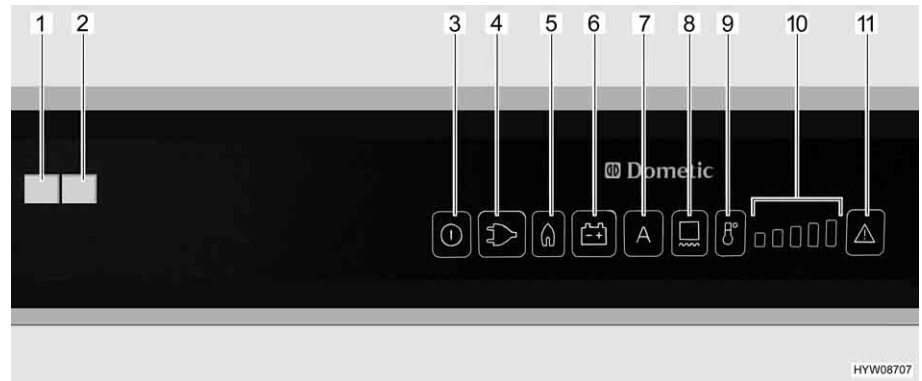

Fig. 217 Elementi di comando per il frigorifero (Dometic RMD)
Se è impostata la modalità di funzionamento "AES", la tensione a 230 V **non** è allacciata e il motore del veicolo è **spento**, il sistema AES seleziona il rifornimento di gas. Selezionando il funzionamento a gas, il dispositivo di sicurezza si apre automaticamente, così che il gas possa fluire al bruciatore. Contemporaneamente si inserisce l'accenditore elettronico. Se la fiamma del gas si spegne, p. es. a causa di un colpo di vento, l'accenditore viene subito azionato riaccendendo il gas. In caso di guasto del funzionamento a gas, lampeggiano i tasti luminosi "Gas" (Fig. 217,5) e "Guasto" (Fig. 217,11). La spia di controllo "Guasto" (Fig. 217,1) è accesa e viene emesso un allarme acustico per 20 secondi.
Dopo l'accensione il frigorifero seleziona automaticamente la regolazione intermedia del termostato. Questa regolazione può essere modificata manualmente tramite il tasto di selezione del livello di temperatura (Fig. 217,9). Le spie di controllo (Fig. 217,10) indicano la temperatura selezionata sul termostato. Il tasto di selezione del livello di temperatura permette di regolare la temperatura di refrigerazione per tutti e tre i tipi di energia. Ci vogliono alcune ore prima che il frigorifero raggiunga la temperatura normale di esercizio. Cambiando la modalità di funzionamento la regolazione del termostato non viene modificata. La temperatura di refrigerazione è indipendente dal tipo di energia utilizzata.
- Accendere il riscaldamento del telaio per 2 ore: Premere una volta il tasto (Fig. 217,8). Sull'indicazione dei gradi di temperatura (Fig. 217,10) si accende una barra.
- Accendere il riscaldamento del telaio per 5 ore: Premere due volte il tasto (Fig. 217,8). Sull'indicazione dei gradi di temperatura (Fig. 217,10) si accendono due barre.
- Regolazione del riscaldamento del telaio ad esercizio continuo: Premere tre volte il tasto (Fig. 217,8). Sull'indicazione dei gradi di temperatura (Fig. 217,10) si accendono tre barre.
L'indicazione dei gradi di temperatura (Fig. 217,10) indica per alcuni secondi la durata di esercizio del riscaldamento del telaio.
Nel caso di temperature esterne ed umidità dell'aria elevate è possibile che si formino gocce d'acqua sul telaio in metallo del vano congelatore. Per questo motivo il frigorifero è dotato di un riscaldamento del telaio per il vano congelatore. Nel caso di temperature e umidità dell'aria elevate, accendere il riscaldamento del telaio con il tasto (Fig. 217,8). È possibile così evitare fenomeni di corrosione. Quando il riscaldamento del telaio è acceso, si accende il tasto luminoso (Fig. 217,8).
- Premere il tasto On/Off (Fig. 217,3) per circa 2 secondi. Il frigorifero si accende e viene visualizzato l'ultimo tipo di energia impostato, oppure "AES".
- Impostare la temperatura di refrigerazione con il tasto di selezione del livello di temperatura (Fig. 217,9). Le spie di controllo (Fig. 217,10) indicano la temperatura selezionata sul termostato.
- Premere il tasto On/Off (Fig. 217,3) per circa 2 secondi. Il frigorifero si spegne e le indicazioni smettono di lampeggiare.